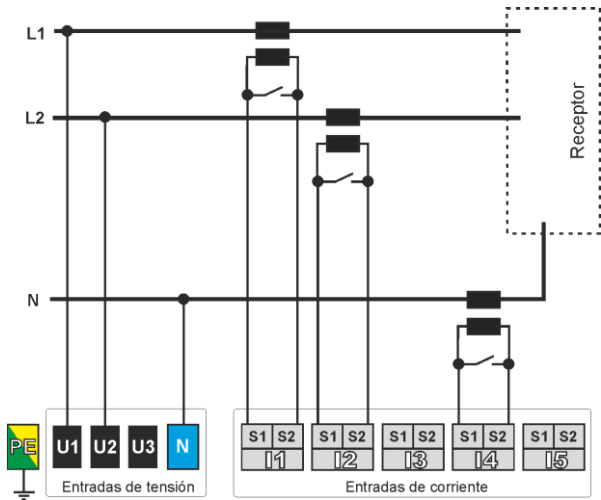

Fig. 26. Esquema de conexión – sistema bifásico, conexión directa de tensiones.
- bifásica (con bobinado dividido del transformador llamado en inglés *split-phase*) (Fig. 26),